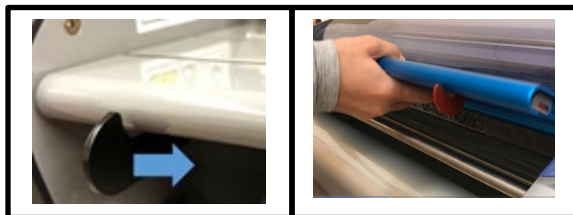

Figure 12
Étape 1 : Soulevez la protection de sécurité puis retirez de la table d'alimentation en enfonçant les loquets sur les dispositifs de verrouillage puis en le soulevant pour le sortir. (Fig. 12)